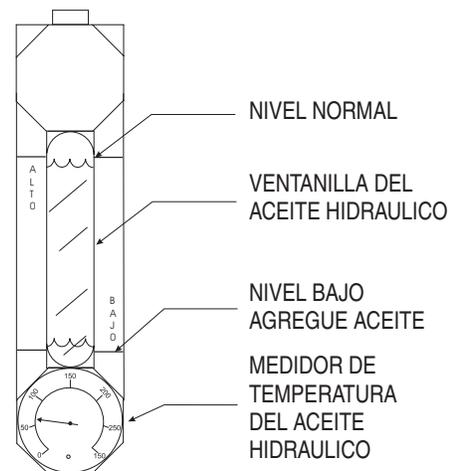

Figura 13. Ventanilla del aceite hidráulico
- Determine si el nivel de aceite hidráulico esta bajo, observando el nivel a través de la **ventanilla del aceite hidráulico** (Figura 13).